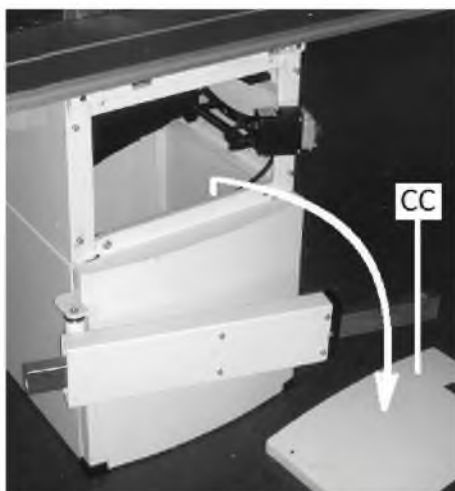

Рис. 25
- Отключите станок. Открутите болты и снимите переднюю крышку станка. (CC, рис. 25).
- Отключите станок. Снимите переднюю крышку станка. (CC, рис. 25). Снимите 2 шестигранный винта (рис. 27)